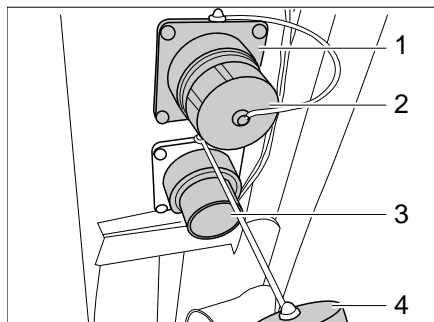

Bild 213 Wasser-Ablaufstutzen und Abwasser-Ablaufstutzen
- Abdeckkappe (Bild 213,2) am Wasser-Ablaufstutzen (Bild 213,1) durch eine viertel Umdrehung im Uhrzeigersinn entriegeln und abnehmen.
- Geeigneten Ablaufschlauch an den Wasser-Ablaufstutzen (Bild 213,1) montieren oder geeigneten Auffangbehälter unter den Wasser-Ablaufstutzen stellen.